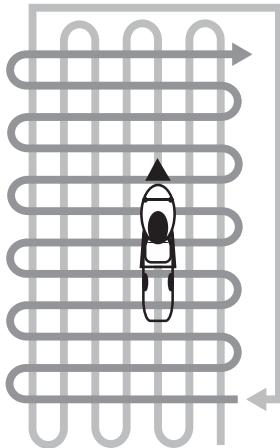

Рис. 8 Схема перпендикулярного кошения
- При кошении в тяжелых условиях (п.3,4) рекомендуется проводить повторный покос с меньшей высотой скашивания. На Рис. 8 представлена схема движения газонокосилки при выбросе травы в травосборник.